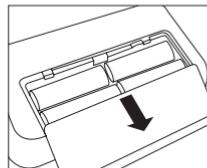

Abb.1
- Öffnen Sie die Batterieabdeckung auf der Geräteunterseite (siehe Abb. 1). Setzen Sie die Batterien (siehe Kapitel 13 „Technische Daten“) ein. Achten Sie dabei auf die richtige Polarität (+ und –) beim Einlegen. Schließen Sie den Batteriedeckel wieder. Das Gerät schaltet automatisch in die Datum-/ Zeitfunktion und bei der ersten Anwendung wird die Zahl „3 1“ als Tag und die Zahl „12“ als Monat im Display angezeigt. Das eingestellte Datum ist somit der 31. Dezember. Stellen Sie nun, wie untenstehend beschrieben, Datum und Uhrzeit ein.